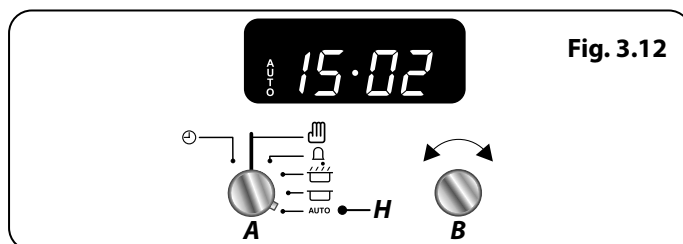

Fig. 3.12
5. Vrid **timervredet (A)** till inställningen **Auto (H)** (**Fig. 3.12**). Om displayen visar innevarande klockslag och ordet "AUTO", är ugnen inställd på att sättas på och stängas av.